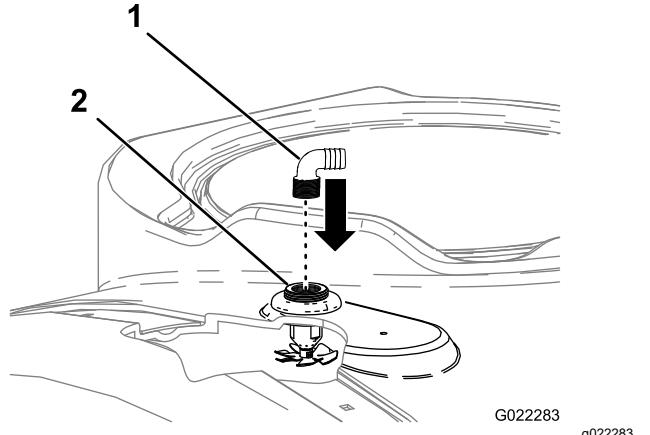

Bild 19
5. Stecken Sie ein 90°-Winkelstück mit Widerhaken (3/4 Zoll NPT x 3/4 Zoll) auf jede Gewindeöffnung der Spüldüsen-Schottverschraubungen (Bild 19).